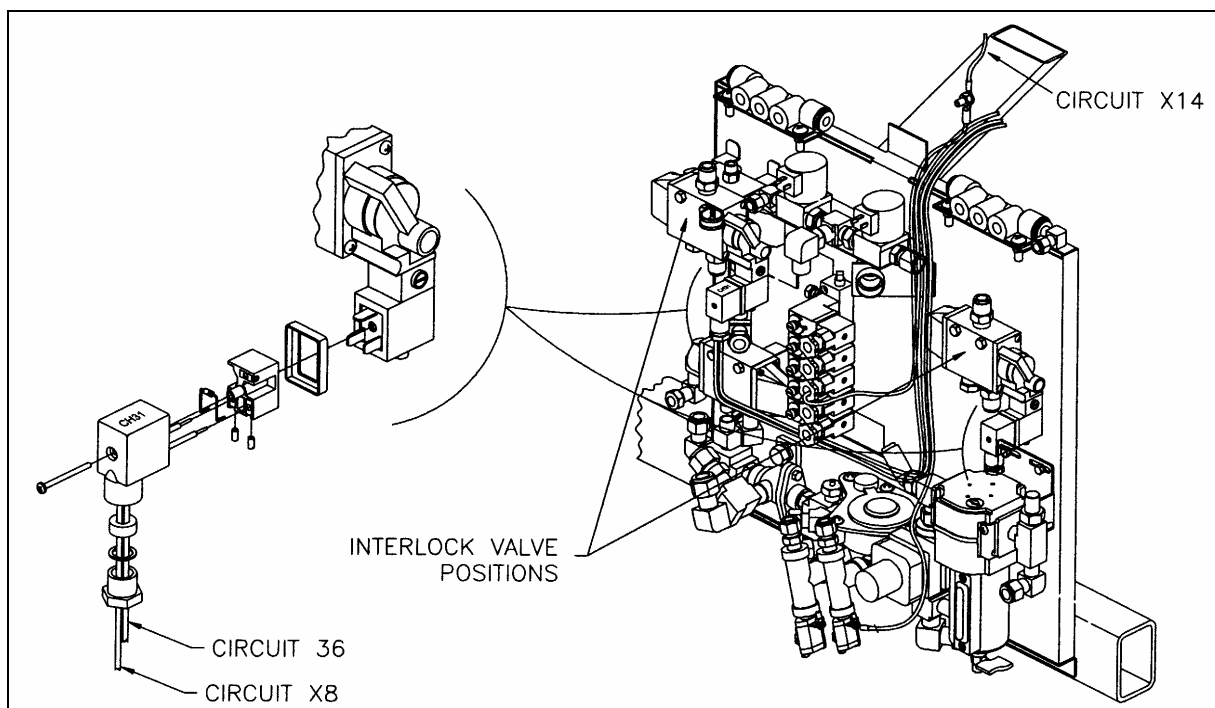

FIGURE 7: CONNEXIONS DU DISTRIBUTEUR DE VERROUILLAGE
6. Brancher le fil X14 à la mise à la masse du distributeur de verrouillage (voir la figure 7).
8. Retirer le fil rouge #2 du connecteur du distributeur de verrouillage (voir la figure 7).
11. Connecter le fil #36 fourni au connecteur du distributeur de verrouillage (voir la figure 7).